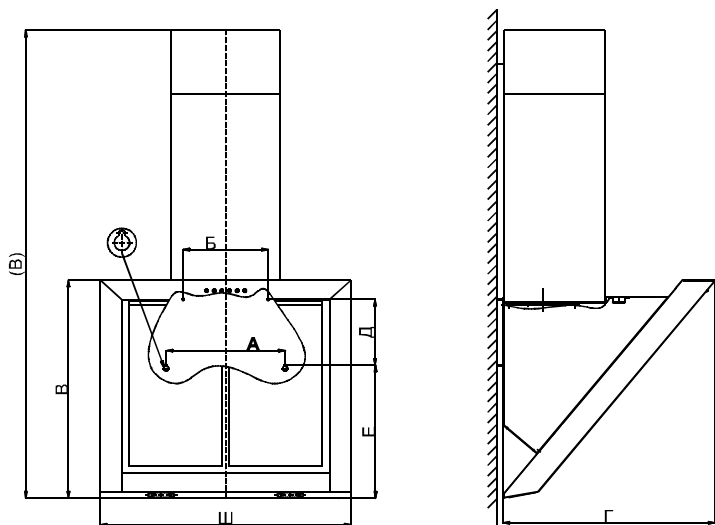

РИС. 3
6.1. Крепление вытяжного зонта (рис. 3):